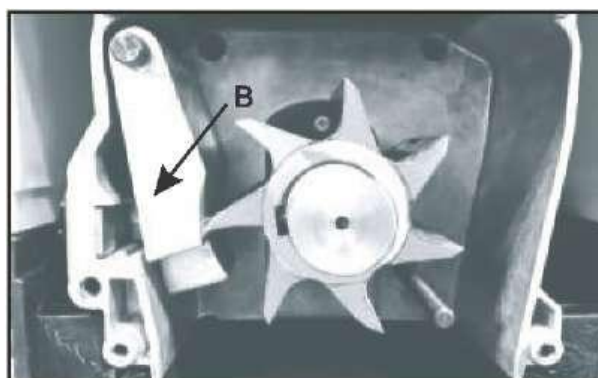

Fig. 6B)
2. Retirez la contre-plaque (B) et insérez-en une nouvelle. (Fig. 6B)